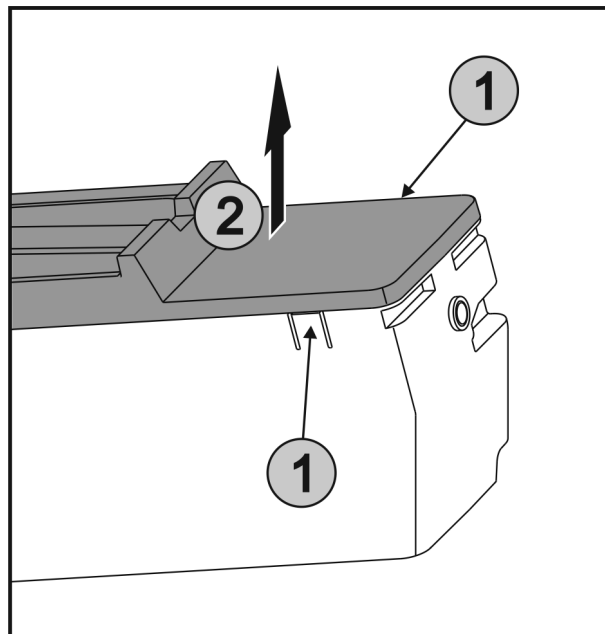

Fig. 74
- ▶ Одновременно нажать на накладки Fig. 74 (1) на обеих сторонах EasyTwist-Ice и снять крышку Fig. 74 (2) движением вверх.